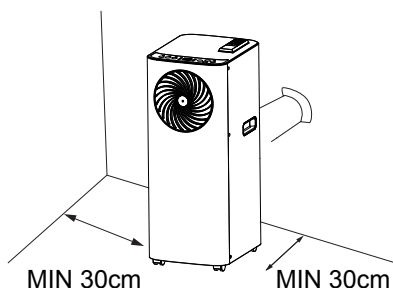

Abb. 5
Bei Bedarf kann das Gerät auch halbpermanent installiert werden (Abb. 5) Fahren Sie wie folgt fort:
- Setzen Sie das im Lieferumfang enthaltene Wandflanschzubehör (15) ein.
- Setzen Sie ein weiteres Schlauchende in die zuvor befestigte Vorrichtung ein, wie in (Abb.5) dargestellt